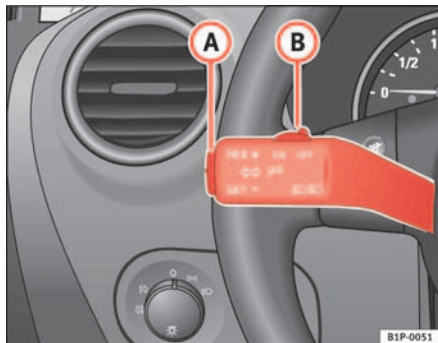

Abb. 125 Blinker- und Fernlichthebel: Schalter und Wippe für die GRA
- Schieben Sie den Schalter ⇒ Abb. 125 **(B)** nach links auf **ON**.